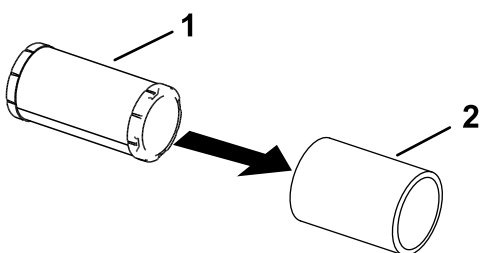

Figure 44
5. Séparez l'élément en mousse de l'élément en papier (Figure 44).